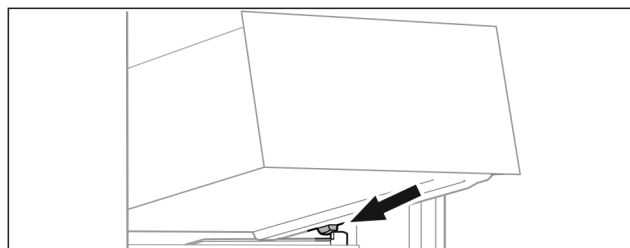

Fig. 100
- ▶ Sett skuffen på skrå bak stopperne på beholderribben. (se Fig. 100)